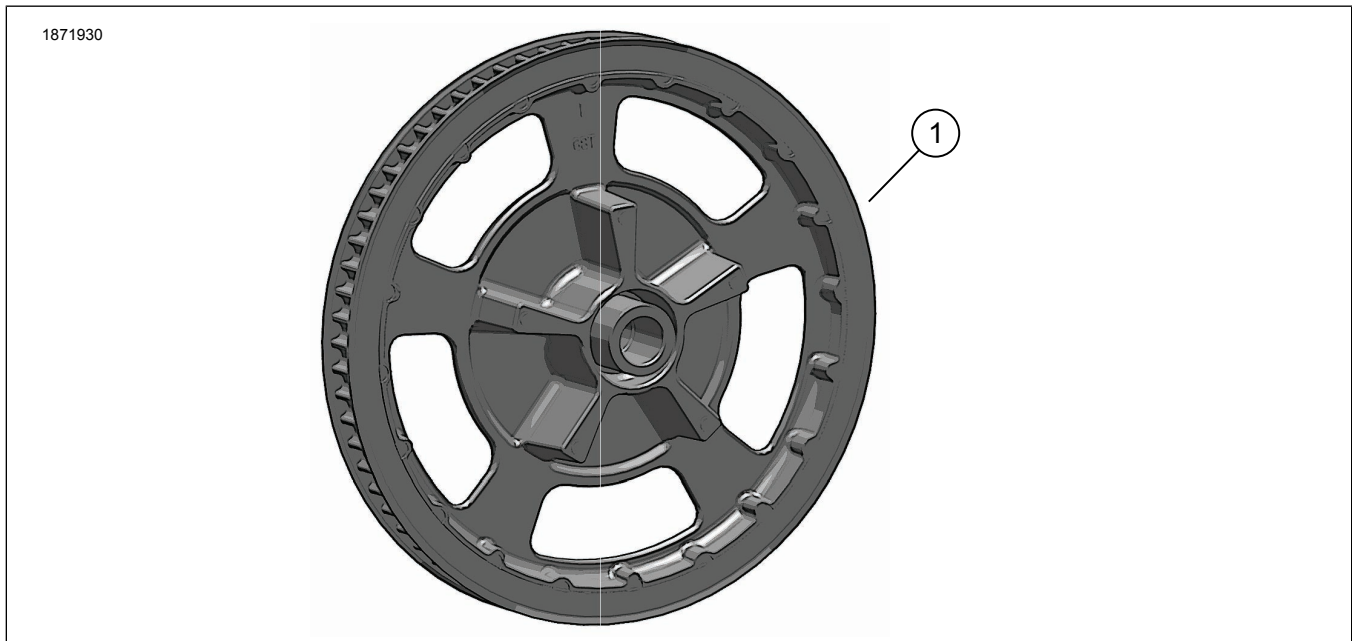

Figure 1. Contenu du kit : Pignon
1. Voir la Figure 1. Installez un **nouveau** pignon (1). Consultez le manuel d'entretien.